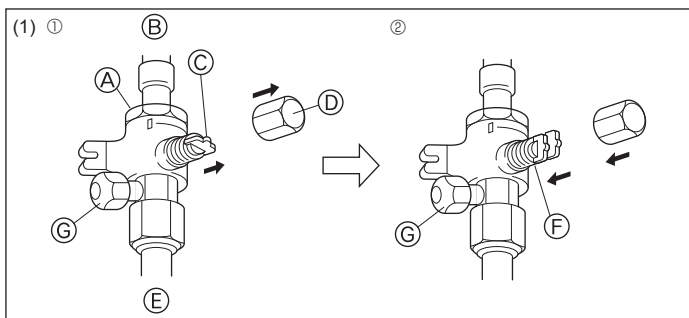
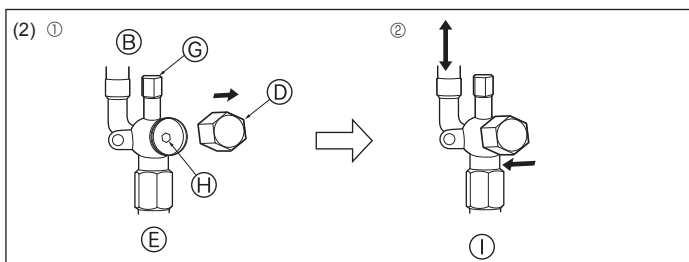

Fig. 4-12
Fig. 4-13
(1) Lato del gas (Fig. 4-12)
- ① Rimuovere il cappuccio, tirare la maniglia verso di sé e ruotare di 1/4 di giro in senso antiorario per aprire.
- ② Assicurarsi che la valvola d'arresto sia completamente aperta, spingere in dentro la maniglia e riportare il cappuccio alla posizione originale.
(2) Lato del liquido (Fig. 4-13)
- ① Togliere il cappuccio e girare fino a quando è possibile l'asta della valvola in senso antiorario utilizzando una chiave esagonale N° 4. Smettere di girare quando si urta l'otturatore.